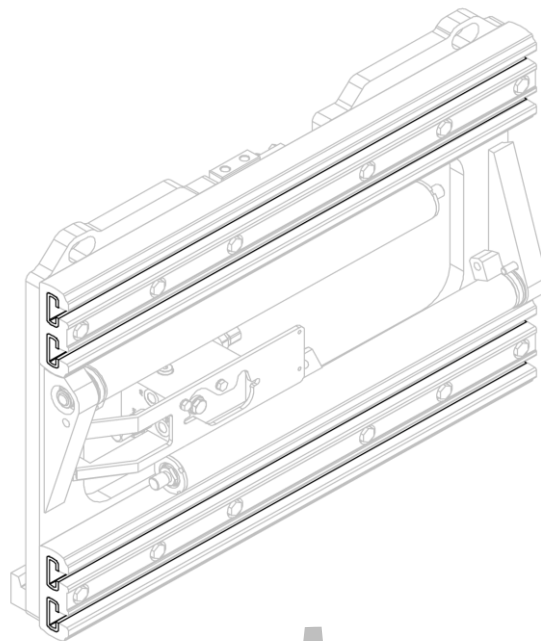
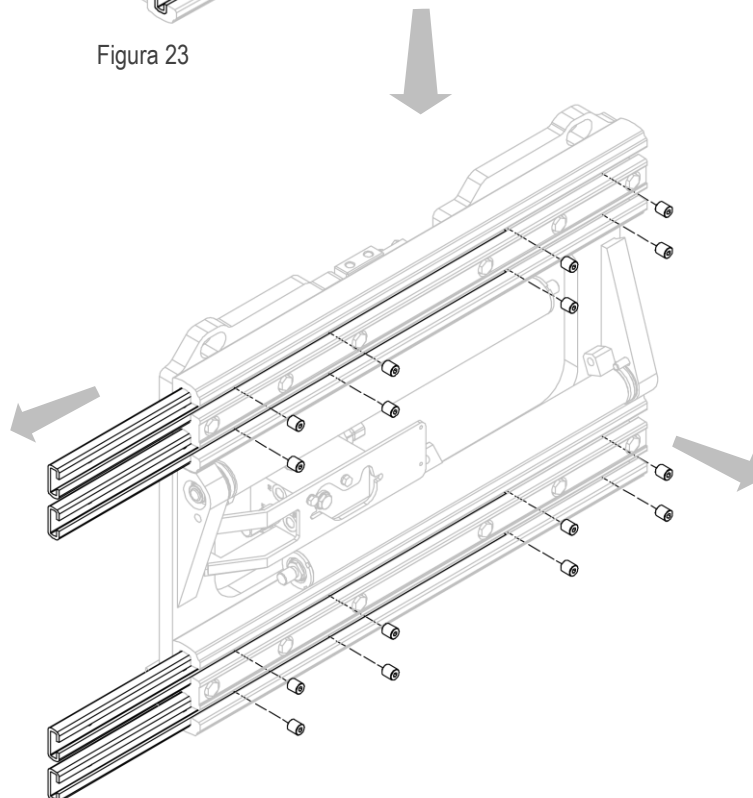

Figura 23
Figura 24
3. Remover las deslizaderas en nailon despues de desenroscar los tornillos (mira *Figura 23* y *Figura 24*).